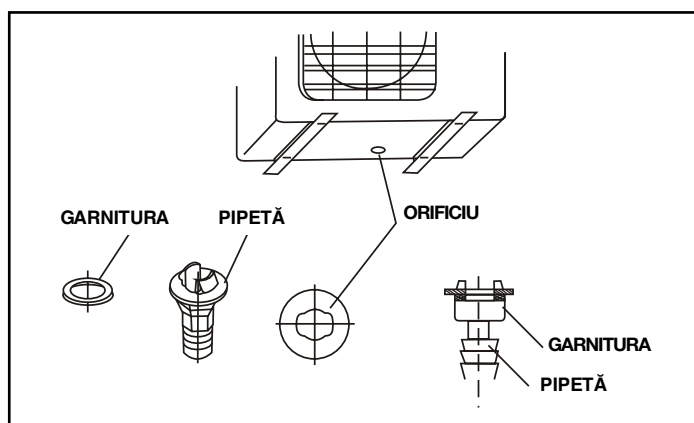

fig.11
3. Conectați pipeta la un tubuleț flexibil de evacuare (care nu e furnizat în dotare) pentru a dirija condensul în punctul dorit. (fig. 11)